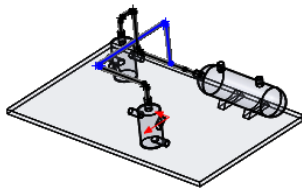

图 11.9.7 第二条管道的创建
Step4. 自动步路。选择 **管道设计** 功能选项卡中的  **自动步路(A)** 命令，系统弹出“自动步路”对话框；在模型中依次选取上步创建的线路端点和分割点作为步路点（注意选择顺序，不同的选择顺序将生成不同的管路）；单击对话框中的  按钮，完成图 11.9.7 所示的第二条管道的创建。